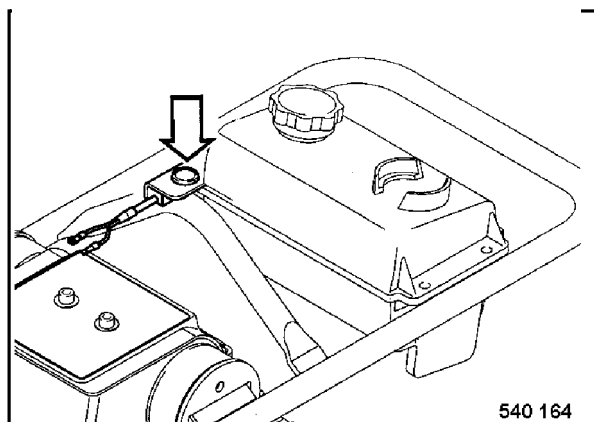

Fig. 2
- Presionar el interruptor (pulsador) de stop (Fig. 2).